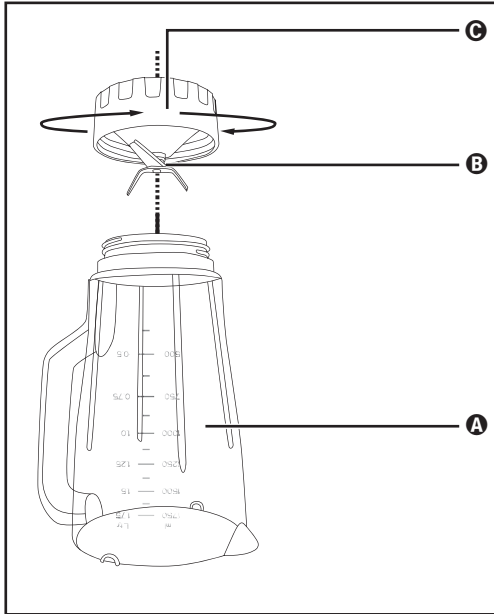

Abb. 3
- 2) Stellen Sie das Gerät auf den Kopf und drehen Sie das untere Plastikteil ③ des Mixaufsatzes ③ gegen den Uhrzeigersinn, so dass es sich vom oberen Plastikteil ① des Mixaufsatzes ③ lösen lässt (siehe Abb. 3).